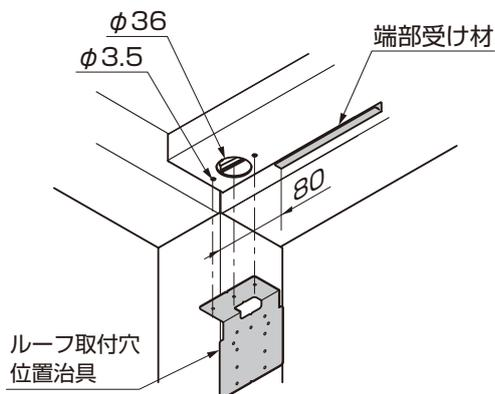

図11-61 A部詳細図
- ルーフ取付穴位置治具の折り曲げ部を樋の入隅部に突き当てると正確に位置出しができます。(図11-61参照)
- ②アタッチメントパッキンを雨樋アタッチAに貼付けて樋に【6-1】で取付けてください。